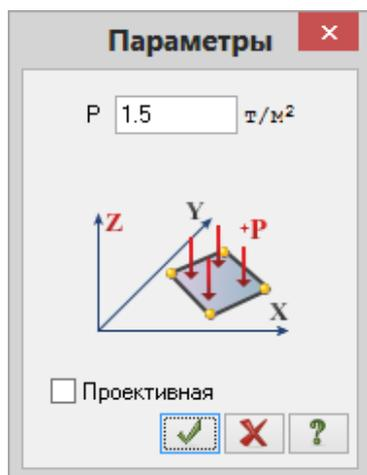

Рис.4.22. Диалоговое окно **Параметры**
- В этом окне задайте интенсивность нагрузки  $p = 1.5 \text{ т/м}^2$  (рис.4.22).